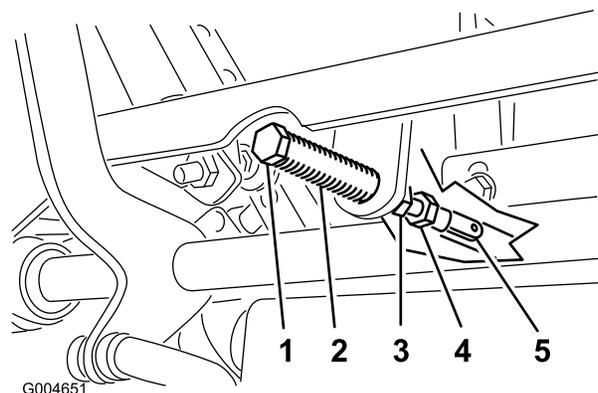

Рисунок 51
- Потяните рычаг назад так, чтобы шплинтуемый штифт (на рычаге над осью поворота) вошел в контакт с концом паза (только начал надавливать на пружину), как показано на Рисунок 51.
7. Если требуется регулировка, ослабьте гайку и контргайку, прижимающую рычаг квилке (Рисунок 51).
8. Слегка надавив в направлении назад на рычаг управления движением, поверните головку регулировочного болта в соответствующем направлении так, чтобы рычаг управления расположился по центру в НЕЙТРАЛЬНОМ ФИКСИРОВАННОМ положении (Рисунок 51).
9. Затяните гайку и контргайку (Рисунок 51).
10. Затяните контргайки в месте расположения шаровых шарниров (Рисунок 51).